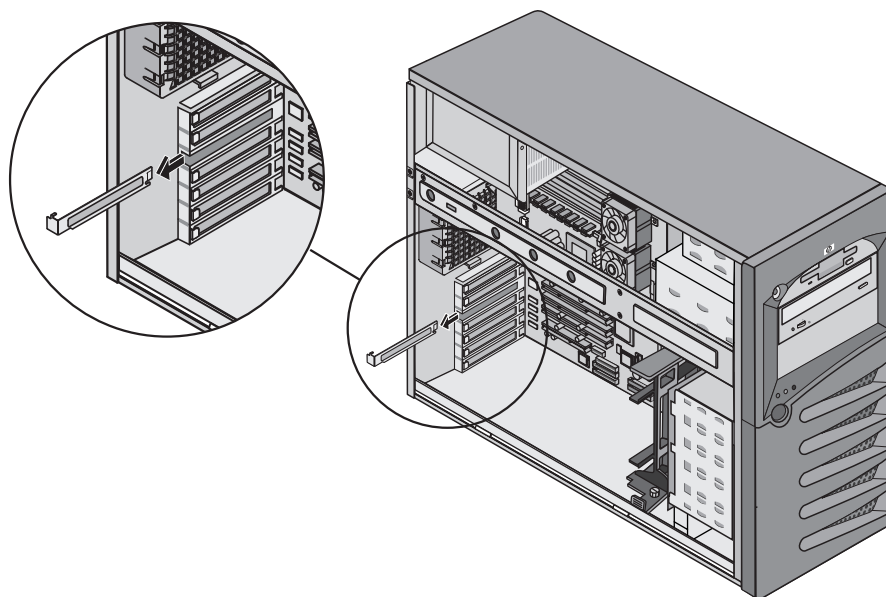

图 2-22：卸下插槽盖
8. 从机箱后面推动 PCI 插槽盖，并朝着自己的方向滑动，将其卸下。请参阅图 2-22。